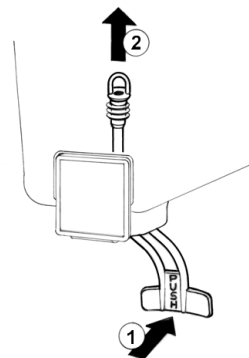

figura 3
- 5 Grifo con tubo de goma:** empujar la palanca mando grifo (1) y sacar (2) el tubo goma de salida desde su situación vertical en el fondo del contenedor (ver figura 3).